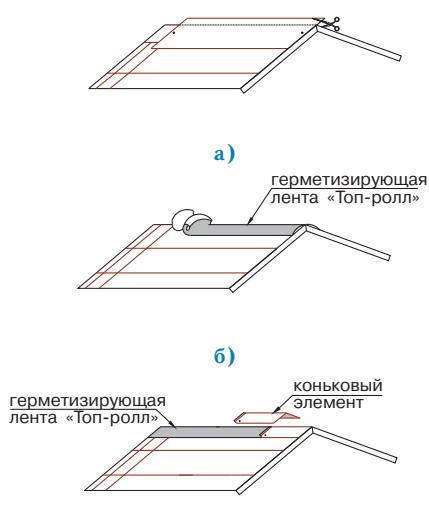

Рис. 4
### Конек (рис. 4)
- Верхний ряд черепицы ПРЕСТИЖ НОВЫЙ РИМ доводится до линии конька (ребра), выступающие части листов обрезаются (рис. 4а);
- линии коньков и ребер герметизируются специальной самоклеящейся лентой «Топ-ролль» (рис. 4б);
- далее устанавливаются внахлест специальные коньковые элементы (направление укладки по преимущественному направлению ветра). Каждый коньковый элемент плотно прижимается к основанию кровли и фиксируется двумя гвоздями из нержавеющей стали длиной 35 мм, которые перекрываются следующим коньковым элементом (рис. 4в).